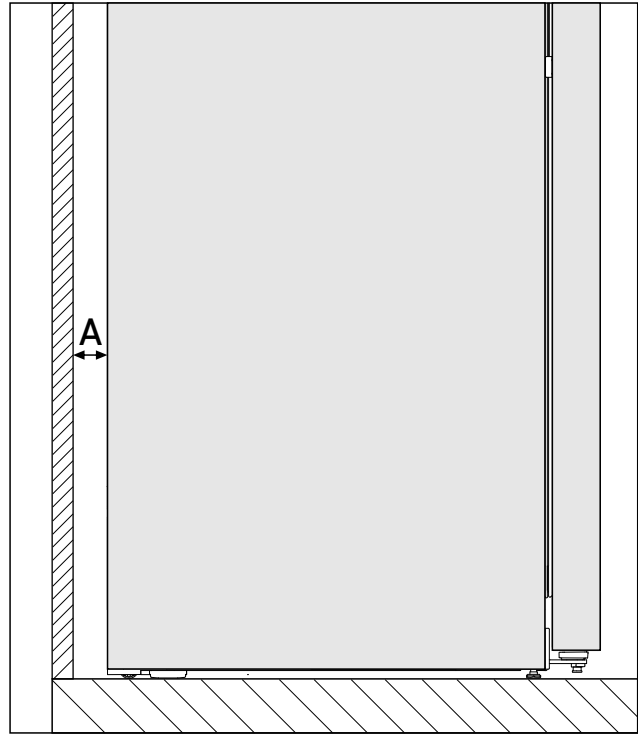

Fig. 3 *
Потребление электроэнергии определено при расстоянии Fig. 3 (A) между задней стенкой устройства и стеной помещения. Расстояние до стены помещения менее Fig. 3 (A) не влияет на функциональность устройства, но незначительно увеличивает потребление электроэнергии устройства.